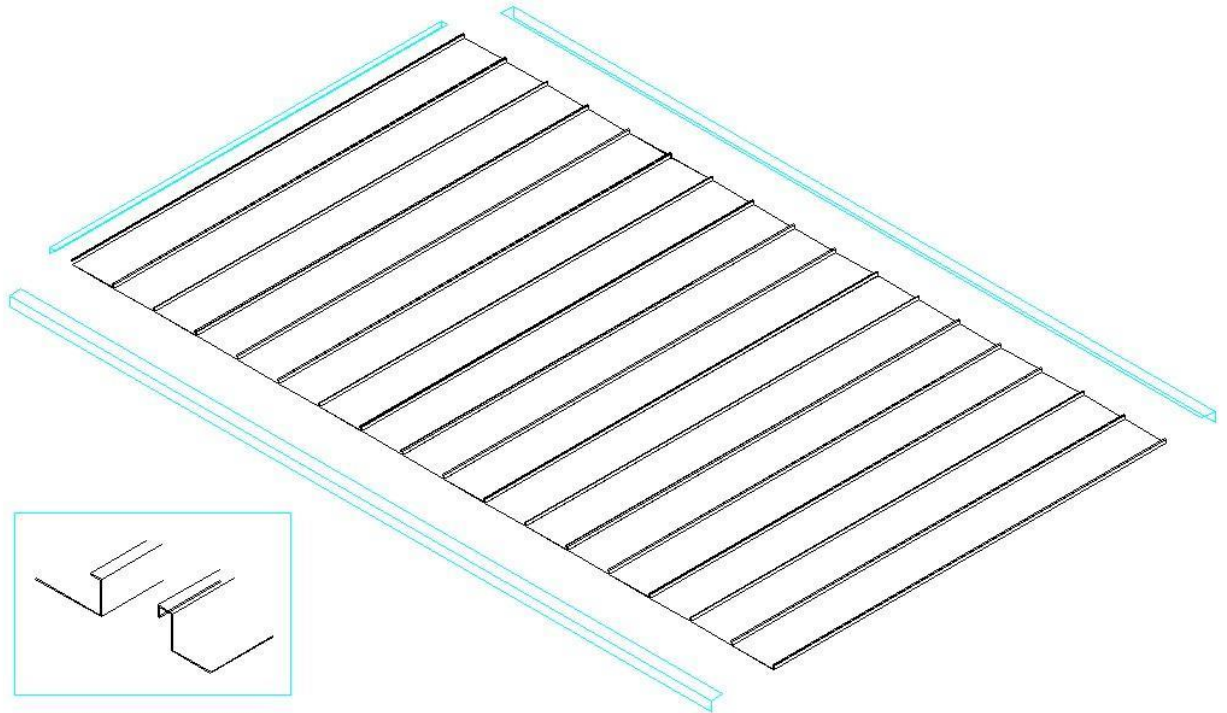

Рис. 2.8
4. Установка кровельного покрытия соедините их один за другим, затем прикрепите к несущей балке крыши клепками. И выполните некоторое уплотнение с помощью прозрачной пасты, показанной на рис.2.8